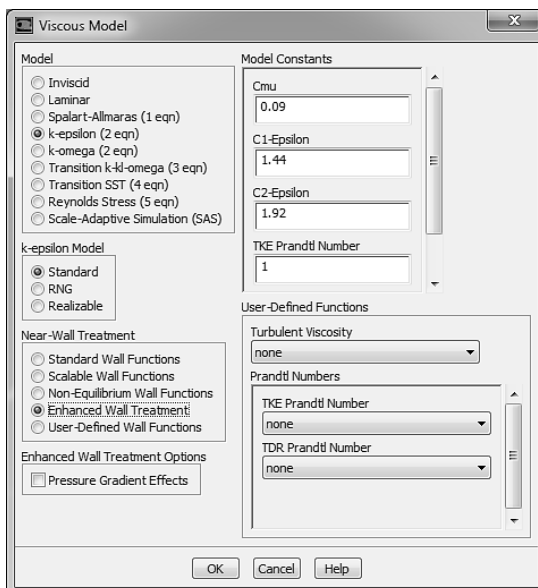

Рис. 2.14
- 3) Устанавливаем модель турбулентного течения: Problem Setup → Models→Viscous-Laminar→Edit. Откроется окно Viscous Model, в котором выбираем значение k-epsilon (2 eqn), рис. 2.14.